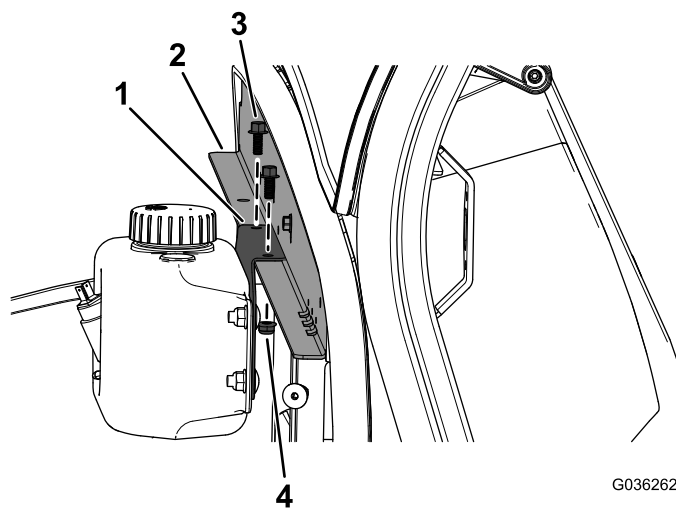

Figure 3
3. Fixez le support du réservoir du lave-glace sur le renfort de la planche de bord à l'aide de 2 boulons de carrosserie (1/4" x 5/8") et 2 contre-écrous (1/4"), comme montré à la Figure 3.